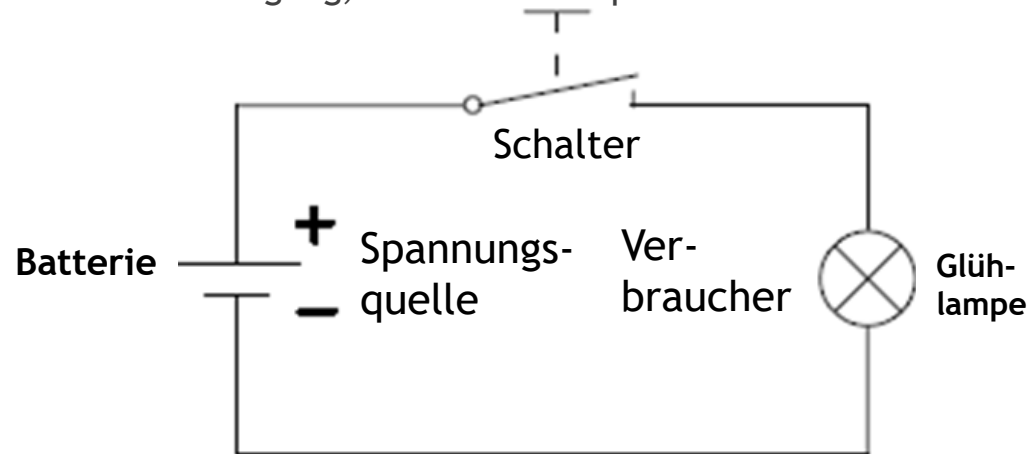

**Abb. 1.1:** „Innenleben“ einer Taschenlampe
- ▶ Ein einfacher elektrischer Stromkreis besteht grundsätzlich aus einer Spannungsquelle, einem Verbraucher und einer elektrisch leitenden Verbindung zwischen beiden. Am Beispiel des »Innenlebens« einer Taschenlampe soll ein einfacher Stromkreis erläutert werden (Abb.1.1):
Der Widerstand der Glühlampe bei dem Taschenlampenbeispiel (Abb. 1.1) hat einen Wert  $\nu$